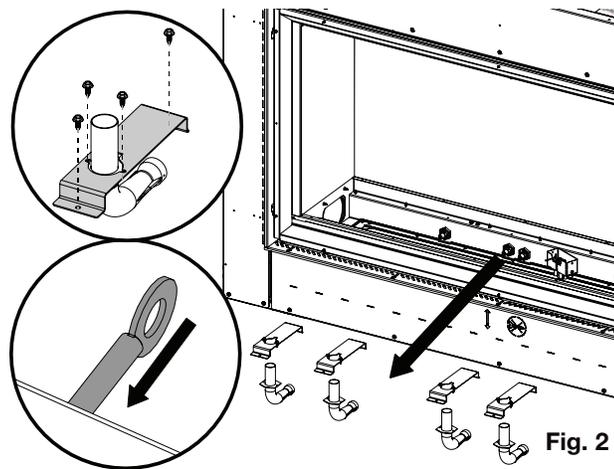

Fig. 2
- ❑ 8. Désinstallez chaque Venturi de brûleur de bûches en retirant 2 vis de chaque support. Retirez les venturis GN existants des supports et les remplacer par les venturis PL fournis, puis fixer à nouveau les supports. **(Fig. 2).**